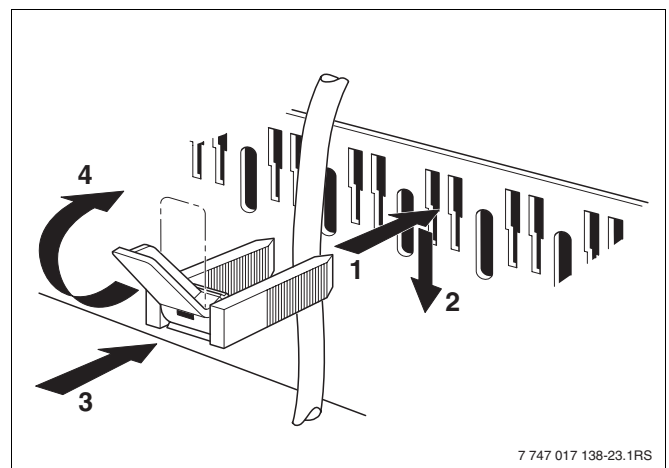

Bild 25 Leitung mit Kabelschelle sichern
- Alle Leitungen mit Kabelschellen sichern (Bild 25):
- Kabelschelle mit eingelegter Leitung von oben in die Schlitz des Schellenrahmens (Bild 25) einsetzen; der Steg des Hebels muss dabei nach oben zeigen (Bild 25, Schritt 1).
- Kabelschelle herunterschieben (Bild 25, Schritt 2).
- Gegendrücken (Bild 25, Schritt 3).
- Hebel nach oben umlegen (Bild 25, Schritt 4).